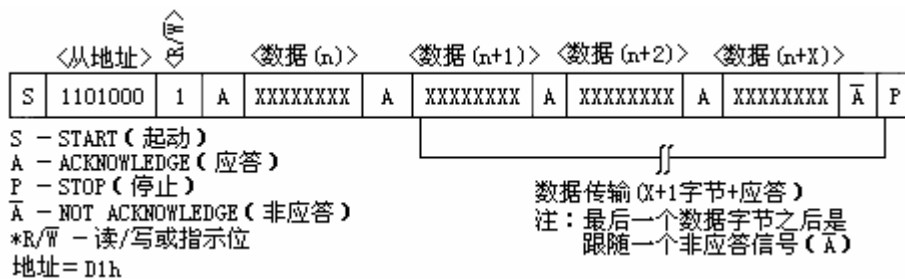

图 7 数据读—从器件发送模式
2、从发送器模式（读 HYM1307 模式）：对第一个字节的接收和处理，同从接收器模式一样。然而在这种模式中，指示位将指示传输地址是无效的。当 SCL 上有串行时钟输入时，串行数据通过 HYM1307 在 SDA 上传输，START（起动）条件和 STOP（停止）条件用于识别串行传输的始末端（见图 7）。在由主器件产生的 START（起动）条件后，HYM1307 接收到的第一个字节为器件地址，包含一个 7 位的 HYM1307 地址：1101000，跟随在指示位（R/~W）之后（此时为读操作，该位为 1）。在接收并译出地址信息后，HYM1307 将在 SDA 线上输入一个应答。然后，HYM1307 将开始传送以寄存器指针所指定的寄存器地址为起始的数据。如果在读模式初始化前没有写入寄存器指针，则读出的第一个地址是存储在寄存器指针中的最后一个。当要终止读操作时，HYM1307 必须接收一个“不应答”。